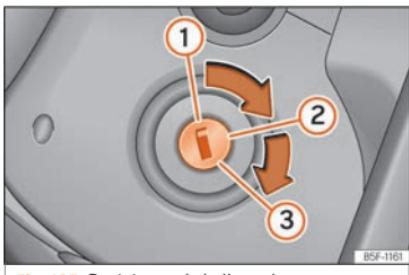

Fig. 135 Posiciones de la llave de contacto.
Posiciones de la llave » fig. 135
- Gire la llave a la posición » fig. 135 ② . En vehículos diésel se produce el precalentamiento  .
- Siga girando la llave a la posición » fig. 135 ③ sin pisar el acelerador.
- Una vez se ponga el motor en marcha, suelte la llave. Al soltarla, la llave vuelve a la posición ② .
- **Vehículos con cerradura de encendido:** Giere la llave hasta la posición »» **fig. 135 ①**.